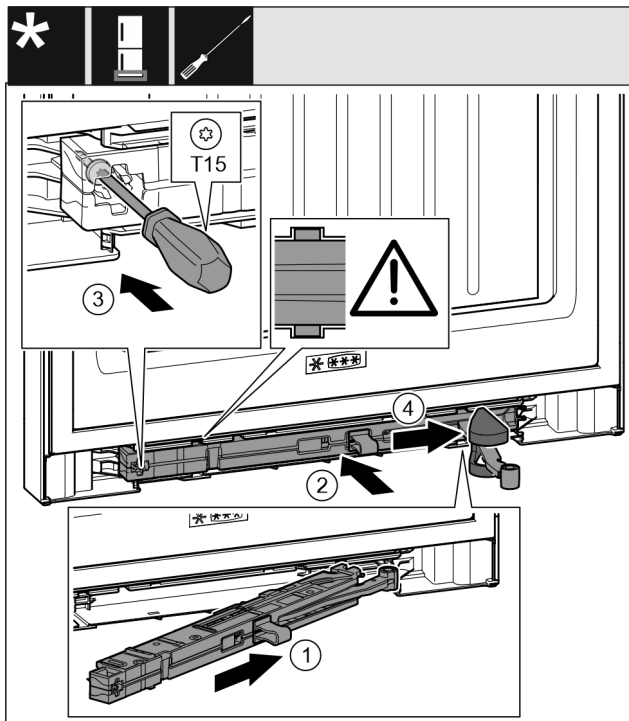

Fig. 37
- ▶ Lükake sulgemisamortisaatori mooduli laagripuki küljel lõpuni kaldu väljalõikesse. Fig. 37 (1)
- ▶ Lükake sulgemisamortisaatori mooduli täielikult väljalõikesse. Fig. 37 (2)
- ▶ Keerake kruvi kruvikeerajaga T15 kinni. Fig. 37 (3)
- ▶ Lükake kate liigendi peale. Fig. 37 (4)